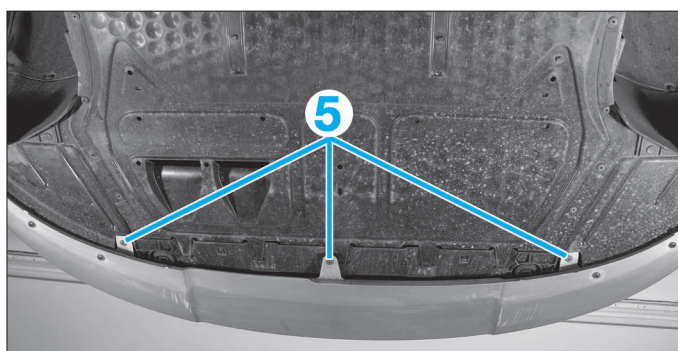

FIG. 4
- Déposer les vis inférieures (5) du bouclier (Fig.4).